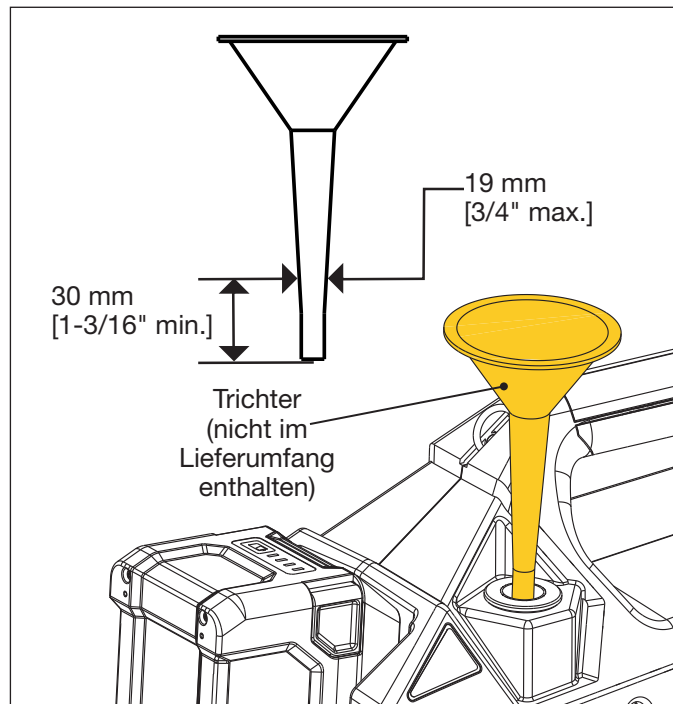

Abbildung 13: Öl mithilfe eines Trichters nachfüllen
4. Setzen Sie einen Trichter (maximal 19 mm [3/4"] Schaftaußendurchmesser und mindestens 30 mm [1-3/16"] lang) durch die Einfüllöffnung in den Öleinfüllstutzen ein. Siehe Abbildung 13.